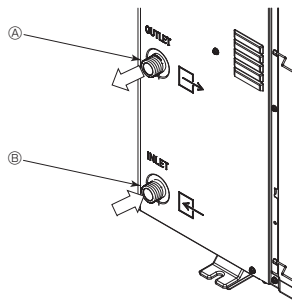

Fig. 6-1
6.1. Połączenie rur wodnych (Fig. 6-1)
- Położenie rur wlotowych i wylotowych pokazano na Fig. 6-1.
[Fig. 6-1]